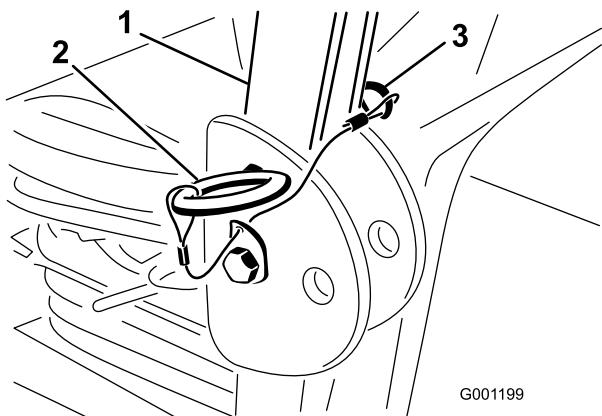

図 29
1. ROPS を下げるには、機体の左右でヘアピン・コッターを抜き、ピンを外す（図 29）。
3. ピンとヘアピン・コッターで固定する（図 29）。
4. ROPS を立てるには、機体の左右でヘアピン・コッターを抜き、ピンを外す（図 29）。
5. ROPS をまっすぐに立ててピンで固定し、ヘアピン・コッターでロックする（図 29）。